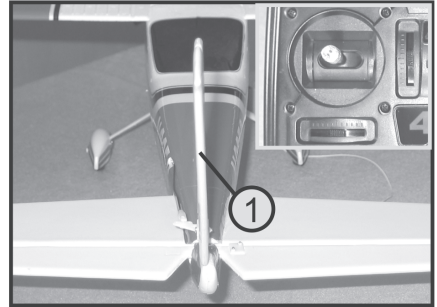

Bild 17a
Der Trimmschieber für das Seitenruder muss in der Mittelstellung stehen. Bei korrekter Einstellung des Anlenkgestänges bilden das Seitenruder (1) und die Dämpfungsfläche eine Ebene, siehe Bild 17a.